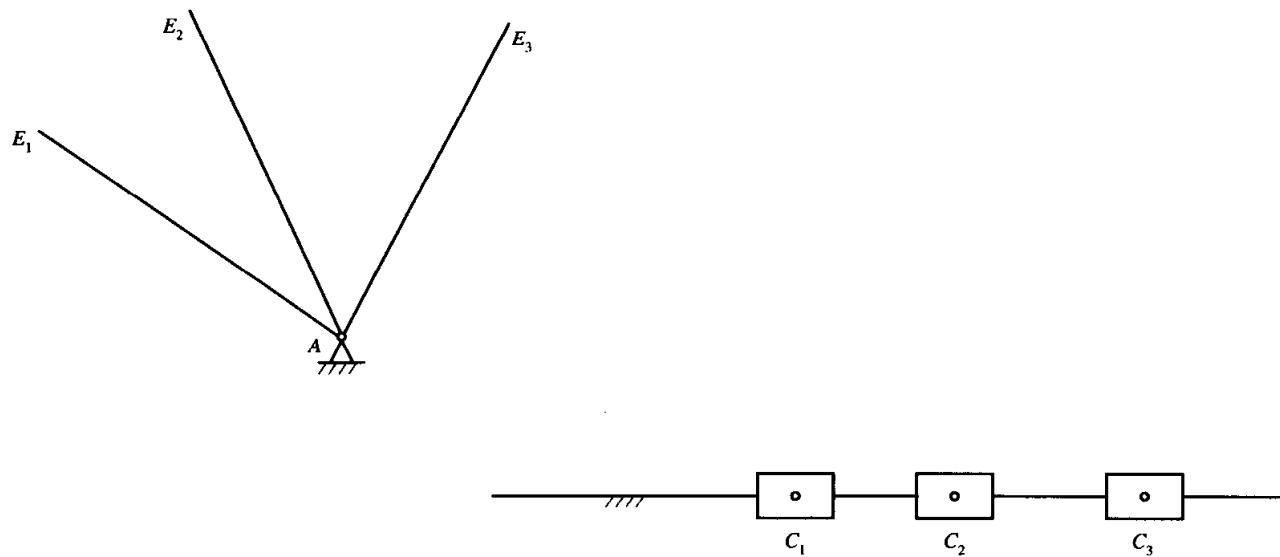

图 1.4
**1.6** (14分) 在曲柄滑块机构ABC中(图1.4)，当曲柄AB沿顺时针方向旋转时，曲柄上的一条标线AE分别通过 $AE_1$ 、 $AE_2$ 、 $AE_3$ 三个位置，而滑块上的铰链点C相应地占据 $C_1$ 、 $C_2$ 、 $C_3$ 三个位置，试画出该机构第一位置的机构简图(写出简要作图步骤，保留作图线)。